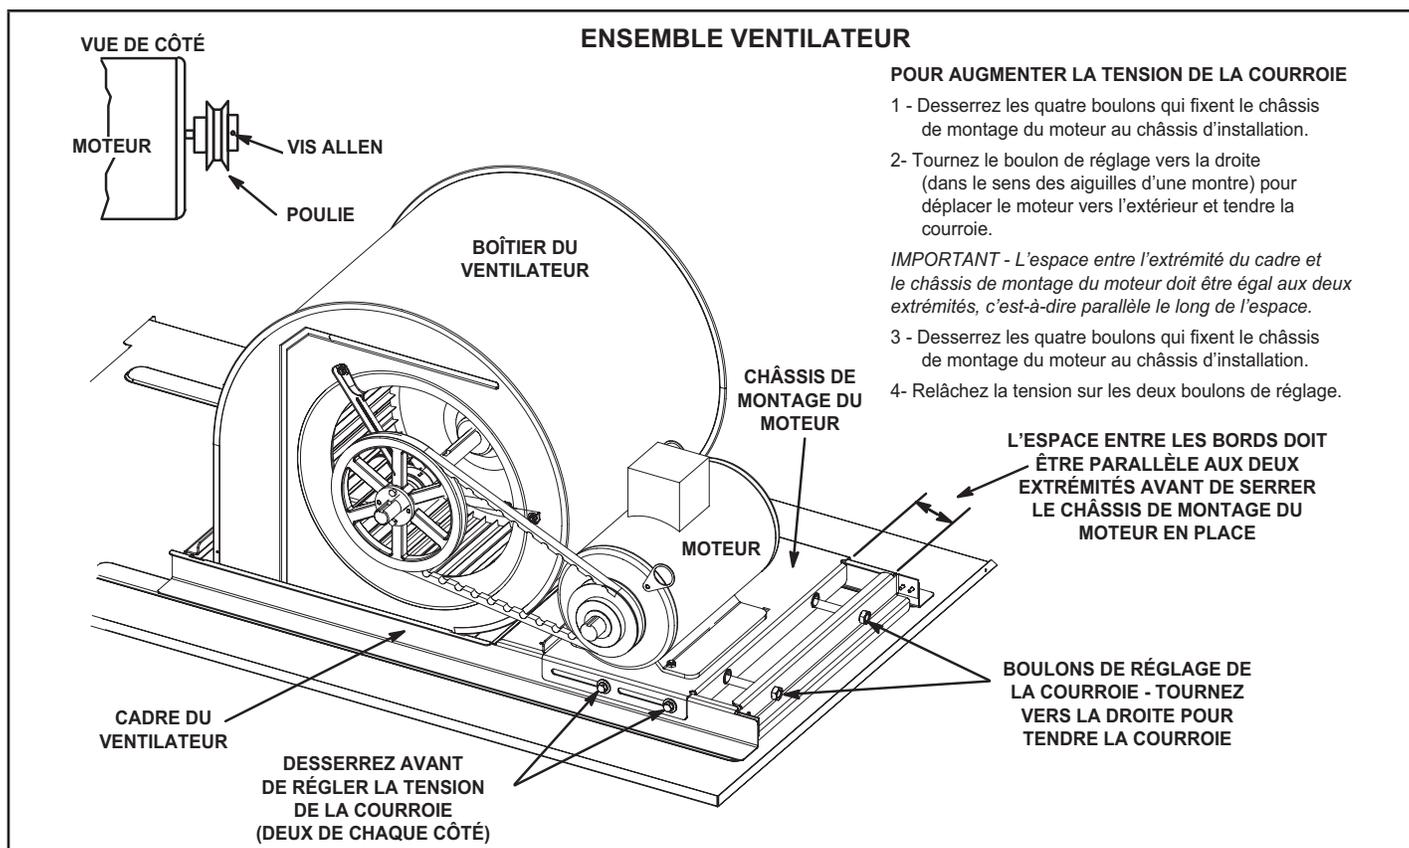

FIGURE 11
- 6 - La vitesse du ventilateur peut être réglée au niveau de la poulie du moteur. Desserrez la vis Allen et tournez la poulie réglable dans le sens des aiguilles d'une montre pour augmenter le débit. Tournez dans le sens inverse des aiguilles d'une montre pour diminuer le débit. Reportez-vous à la FIGURE 11. Ne dépassez pas les nombres minimum et maximum de tours de poulie indiqués au TABLEAU 3.
- 1 - Desserrez les quatre boulons qui fixent la base du moteur au châssis d'installation. Reportez-vous à la FIGURE 11.